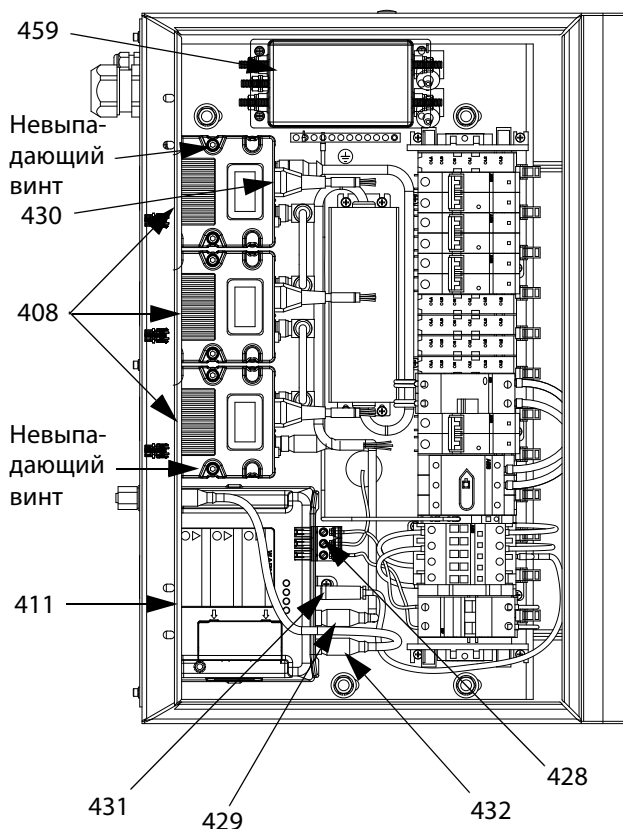
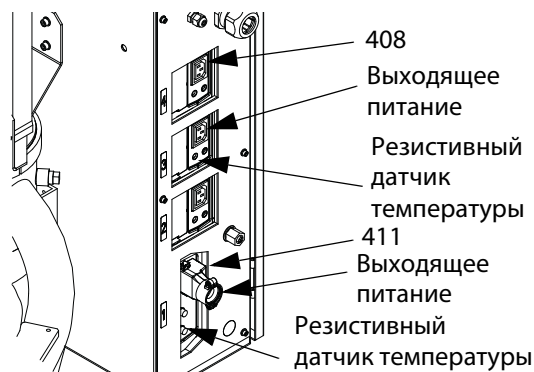

Рис. 48. Вид внутренней части электрического блока
Рис. 49. Вид задней части электрического блока
- Откройте дверцу блока (402). Отсоедините указанные ниже кабели от маломощного модуля регулирования температуры (408).
- Входящий кабель блока питания (430)
- Исходящий кабель блока питания (см. Рис. 49)
- Ослабьте оба невыпадающих винта (409), крепящих маломощный модуль регулирования температуры (408) к основанию (407); удалите маломощный модуль регулирования температуры. См. Рис. 48.
1. Откройте дверцу блока (402). Отсоедините выходящий кабель блока питания и кабель RTD от высокомоощного модуля регулирования температуры (411). См. Рис. 49.
2. Снимите боковую панель электрического блока (436). См. раздел **Детали электрического блока** на стр. 90.
3. Отсоедините все четыре входящих кабеля (432, 428, 429, 431) от высокомоощного модуля регулирования температуры. См. Рис. 48.
4. Извлеките оба винта (415), крепящих кронштейны (412, 413) высокомоощного модуля регулирования температуры к электрическому блоку. Извлеките высокомоощный модуль регулирования температуры. См. раздел **Детали электрического блока** на стр. 90.